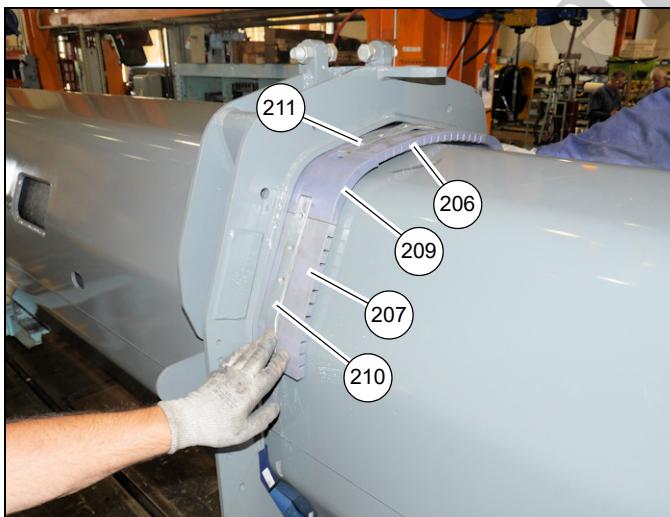

FIGURA 4-115
75. Coloque las almohadillas de desgaste flexibles (206, 209, 207) con las barras (210, 211) en la parte superior de la sección telescópica 2 (301) y golpee suavemente para colocarlas en su lugar entre la sección telescópica 1 (201) y la sección telescópica 2 (301) (vea la Figura 4-115).